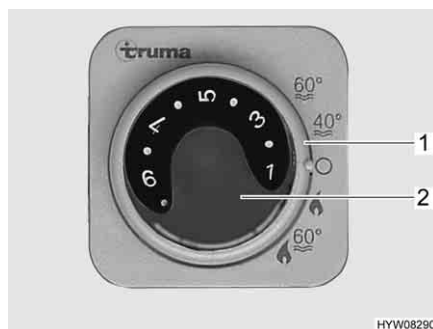

Fig. 89 Centralina di controllo per riscaldamento/boiler
- Impostare la manopola della temperatura (Fig. 89,2) sulla centralina di controllo del riscaldamento ad aria calda scegliendo la potenza desiderata.
- Posizionare l'interruttore girevole (Fig. 89,1) sulla modalità di funzionamento invernale.